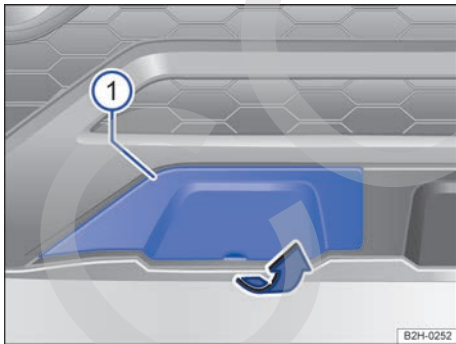

Fig. 210 En el lado derecho del paragolpes delantero: tapa.
El alojamiento del gancho para remolque enroscable se encuentra en el lado derecho del paragolpes delantero detrás de una tapa → fig. 210 ①.
- Introduzca la mano por el rebaje de la tapa y retire la cubierta en el sentido de la flecha → fig. 210.